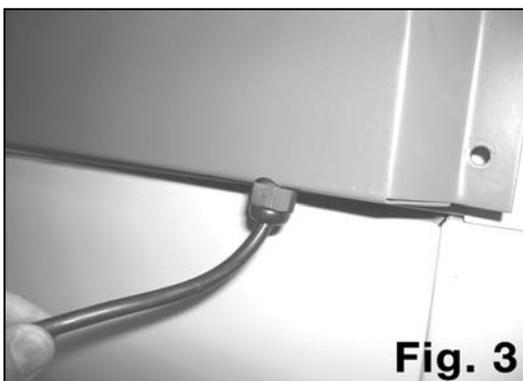

Fig. 3
4. Positionner le capot de fermeture sur la scie-toupie en passant le câble par l'encoche prévue à cet effet (**Fig.3**). Utiliser les vis à tête cruciforme pour la fixation de ce capot (**Fig.4**). La figure (**Fig.5**) montre le capot en position ainsi que le socle de la scie-toupie assemblé sur la machine.